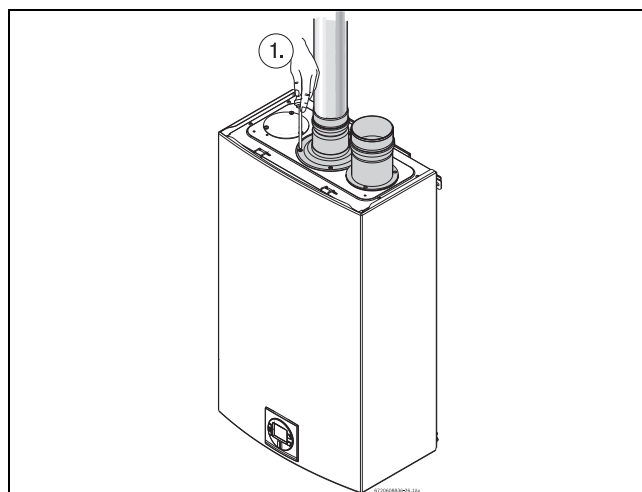

Fig. 20 Raccordement d'évacuation
- Fixer l'accessoire d'évacuation des fumées en haut de l'unité fig. 20 (position 1) à l'aide des 4 vis et du joint fournis, et insérer entièrement le tuyau de fumées dans l'accessoire. En cas d'utilisation d'une ventilation 4", un adaptateur 3" vers 4" doit être installé directement après l'accessoire.